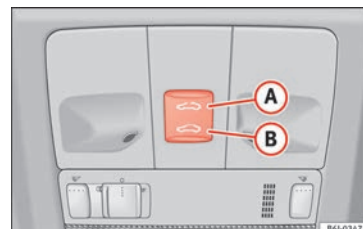

Fig. 11
- Ouverture : appuyez une seule fois sur le bouton » fig. 11 A. Si vous maintenez le bouton enfoncé, il s'ouvre jusqu'à la position désirée.
• Fermeture : appuyez une seule fois sur le bouton » fig. 11 ⑥. Si vous maintenez le bouton enfoncé, il se ferme jusqu'à la position désirée.